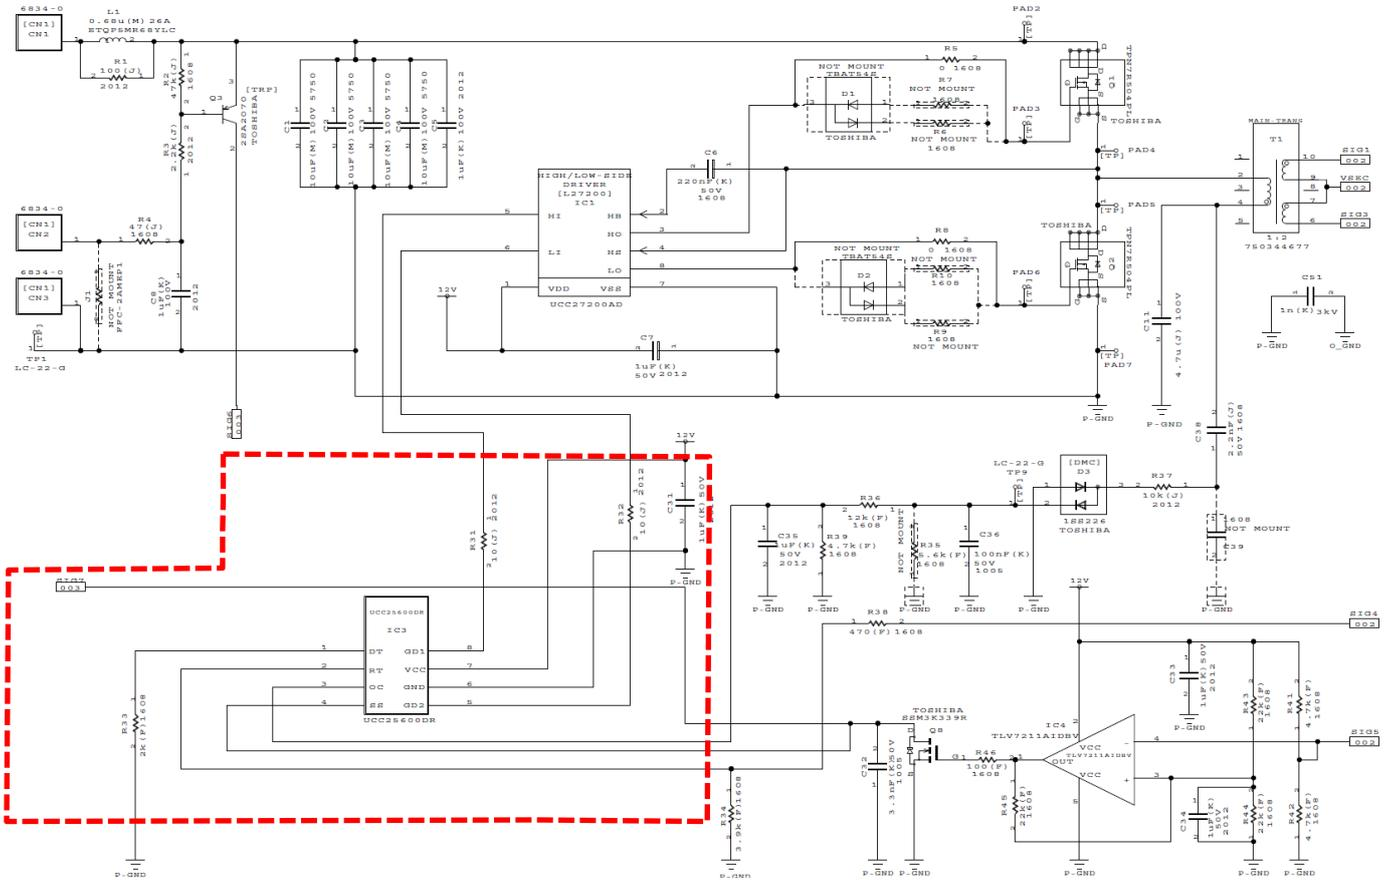
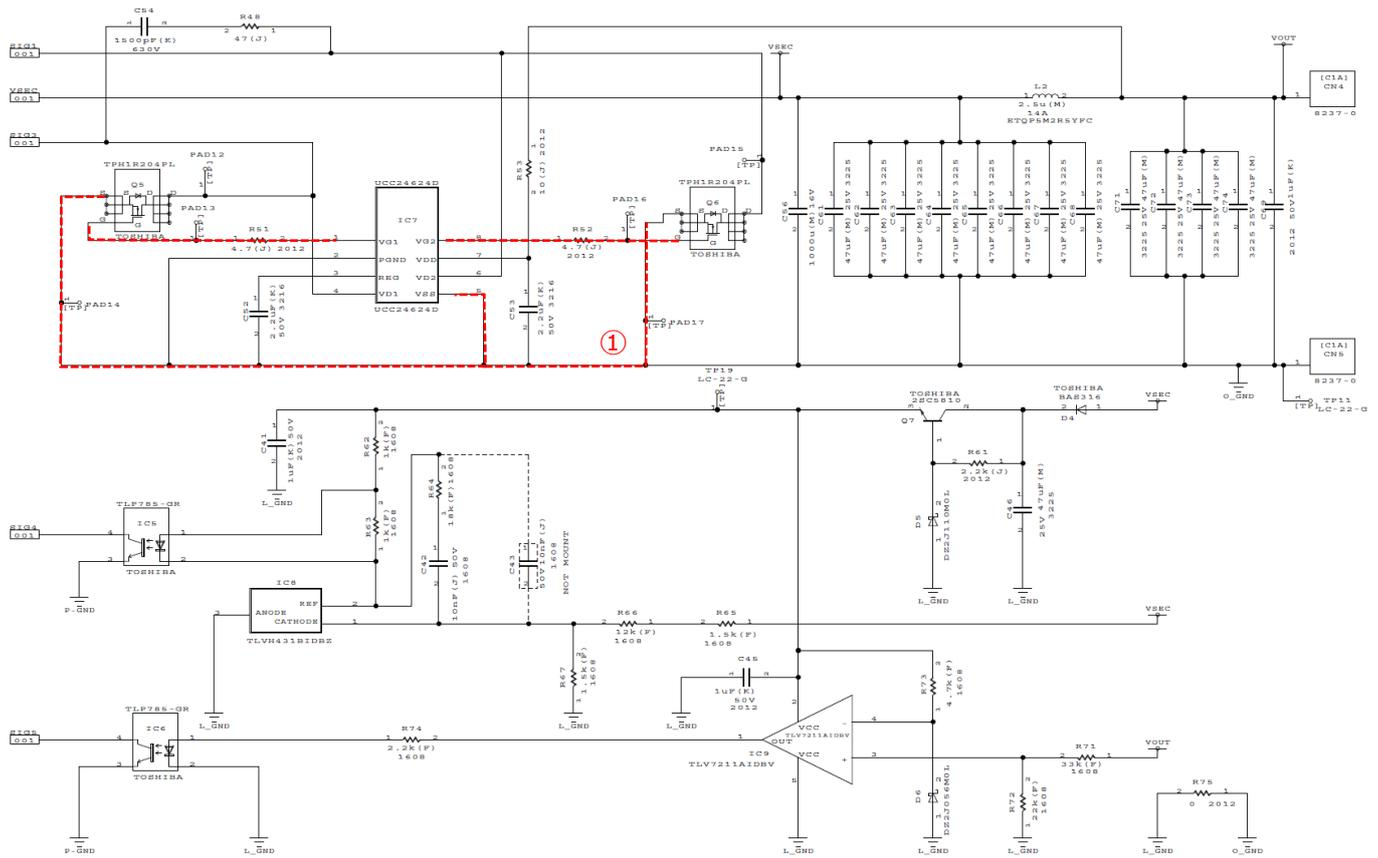

図 3.1 LLC 回路 (コントローラ周辺)
図 3.4 LLC パターン設計注意点 2
LLC 回路周辺の PCB 設計の注意点を説明します。図 3.1 に LLC 回路 (コントローラ周辺)、図 3.3 に LLC 回路パターン設計注意点 1、図 3.4 に LLC 回路パターン設計注意点 2 を示します。コントローラ周辺のレイアウトは LLC コントローラのデータシート、関連文書などを参照してください。
2. 図 3.1 に記載している赤色点線内部の部品は LLC コントローラの近傍に配置します。